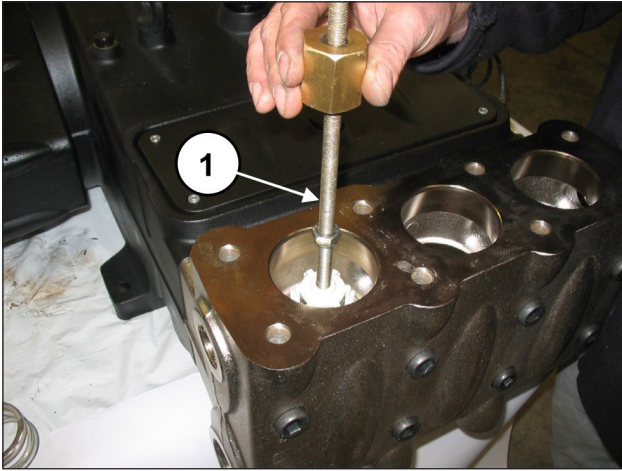

Fig. 82
Extraire le groupe soupape de refoulement en appliquant un chassoir à inertie sur l'orifice M10 du guide de soupape (rep. ①, Fig. 82).